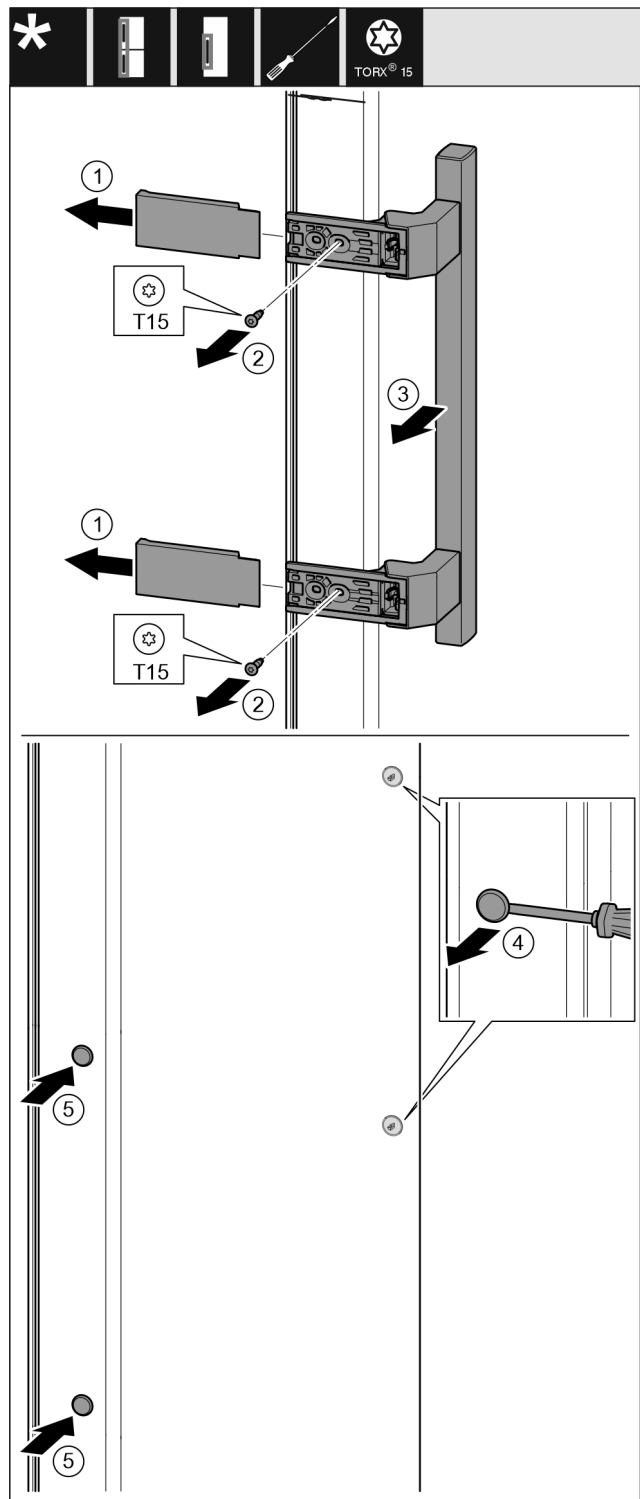

Fig. 20
- Trekk dekselet av. *Fig. 20 (1)*
- Skru ut skruene med skrutrekker T15. *Fig. 20 (2)*
- Ta av håndtaket. *Fig. 20 (3)*
- Løft sideproppen forsiktig opp med en skrutrekker, og trekk den ut. *Fig. 20 (4)*
- Sett proppen inn igjen på den andre siden. *Fig. 20 (5)*